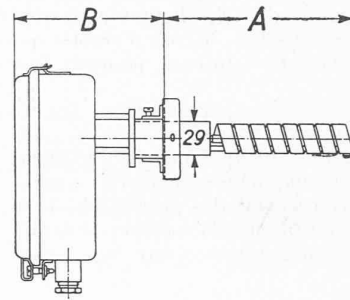

Fig. 3.
3. Les *thermostats de cheminée*, selon fig. 3, sont prévus pour résister à des températures jusqu'à 500° C et